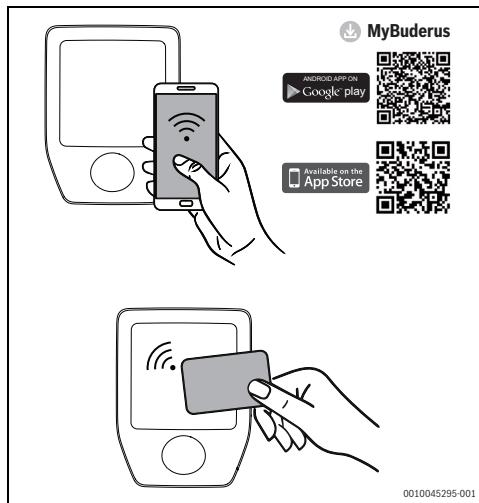

Fig. 192 Autentificare prin intermediul cardului RFID
- Deblocați Logavolt prin intermediul cardului RFID, al aplicației sau al aparatului de blocare extern. Acest pas este optional (→ Fig. 192 și 191, pagina 183).